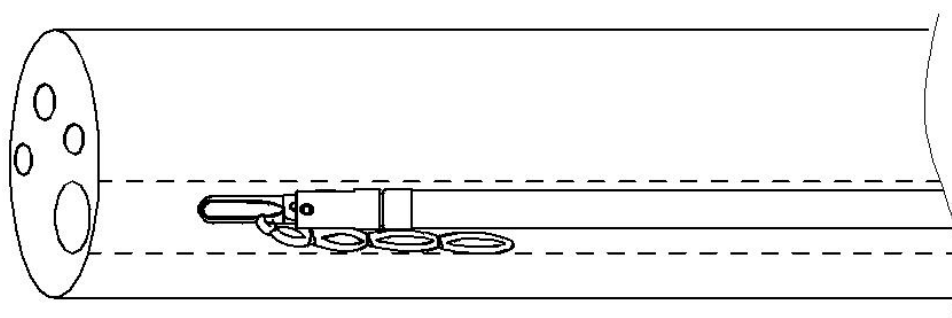

Fig.3
1. Åpne posen og fjern glideblisteren fra den distale delen av klemmen for å avsløre klemmen med den forhåndsbelastede elastiske ringen. Sett enheten forsiktig inn i endoskopkanalen, og sørg for at klipset er i lukket posisjon (fig. 3).